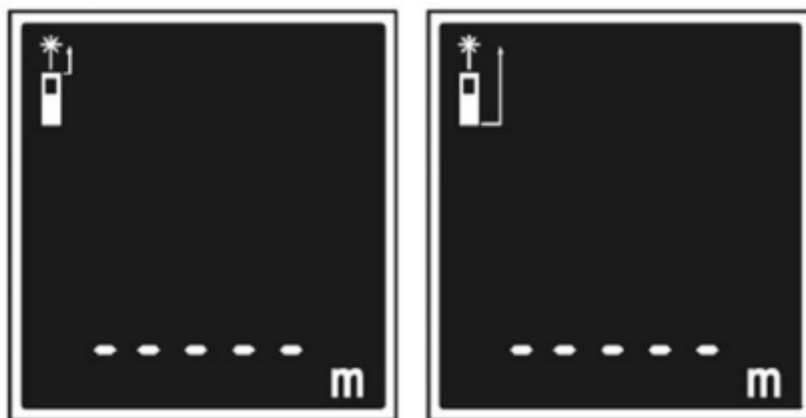

Рис.1
- Когда измеритель включен, кратковременное нажатие кнопки настройки точки отсчета (9) изменит этот параметр (Рис. 1). Вы можете установить точку отсчета для выполнения измерений по нижнему или по верхнему краю дальномера.